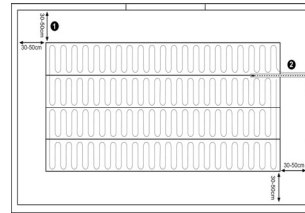

Рис. 2
- Составьте схему укладки нагревательной секции (рис. 2).** При составлении схемы укладки предусматривайте расстояние 30 - 50 см между системой и стеной, а также до других нагревательных приборов (стояки, трубы водяного отопления и т.п.).